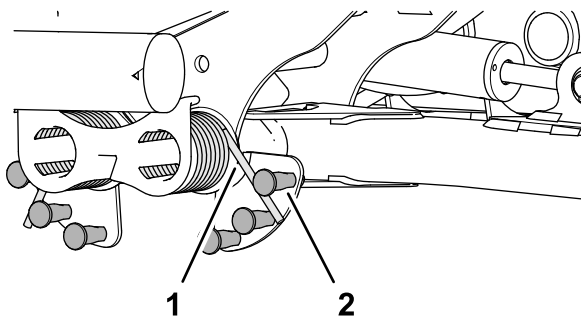

Figure 52
2. Insérez la longue extrémité du ressort de compensation dans un tube ou un objet similaire, et faites pivoter le ressort autour du goujon à épaulement jusqu'à la position voulue (Figure 52).